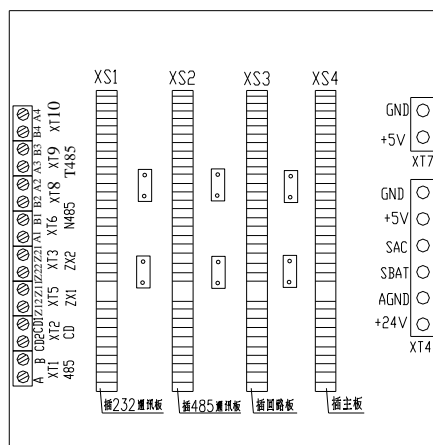

图 3-8 DH9000 监控设备主机母板结构
1、壁挂式 DH9000 电气火灾监控设备主机母板结构见图 3-8。